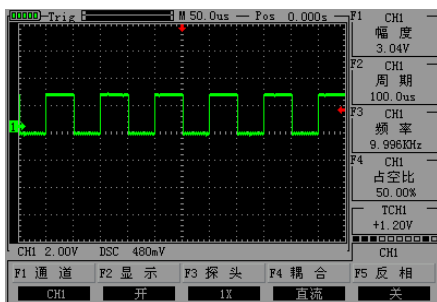

图2-9 设置垂直2V/格
-  如设置垂直方向为2.00V/div, 以将探头设置为1X档为例按“”，来调节垂直方向伏/格，同时可按“”来上、下移动整个波形。如图2-9